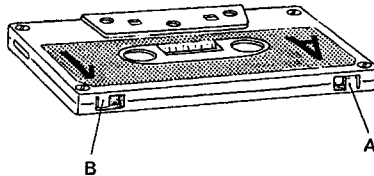

Abb. 7
Das Cassettengerät ist mit einer automatisch arbeitenden Aufnahmesperre ausgestattet, die dann einsetzt, wenn die u-förmigen Zungen A und B (siehe Abb. 7) ausgebrochen sind. Die Zunge A sperrt dabei die Seite 1 bzw. A und die Zunge B die Seite 2 bzw. B der Cassette.
Eine für die Aufnahme geeignete Cassette ist daran zu erkennen, daß die u-förmigen Zungen A und B (s. Abb. 7) nicht ausgebrochen sind. Die Cassette wird mit der Seite 1 bzw. A nach oben und mit der Öffnung für das Tonband nach links zeigend in den Cassettenschacht geschoben und durch Drücken des Betätigungshebels ① zum Geräteboden hin in Arbeitsstellung gebracht (siehe auch Abs. 3.1).